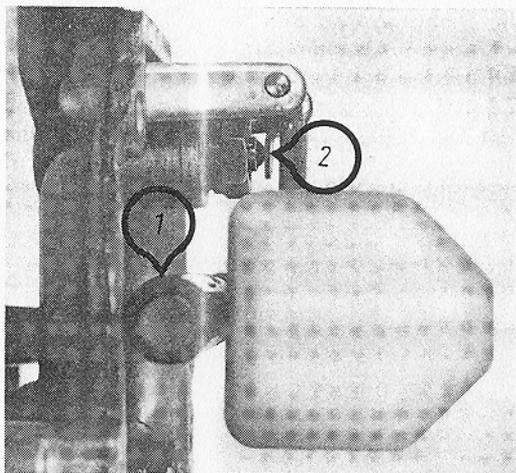

Bild 2.10 Kontrolle der Regulierung des Schwimmerstandes an der Schwimmerhebelzunge (2) durch Einlegen eines tolerierten Spiralbohrerschaftes (1)
2. Stimmt die Einstellung der Schwimmerhebelzunge und damit des Schwimmerstandes nicht, legt man zwischen Vergaserdeckel und Schwimmer den Schaft eines Spiralbohrers $\varnothing 13$ mm bzw. $\varnothing 11$ mm und bringt den Schwimmer hieran zur Anlage. Der sich zwischen Schwimmerhebelzunge und abgefederter Kugel des Schwimmernadelventils ggf. zeigende zu geringe oder zu große Abstand wird durch vorsichtiges, leichtes Verbiegen der Schwimmerhebelzunge korrigiert (Bild 2.10). Dabei ergibt ein Nachbiegen in Richtung Vergaserdeckel einen niedrigeren Kraftstoffstand im Schwimmergehäuse, ein Nachbiegen in entgegengesetzter Richtung einen höheren.